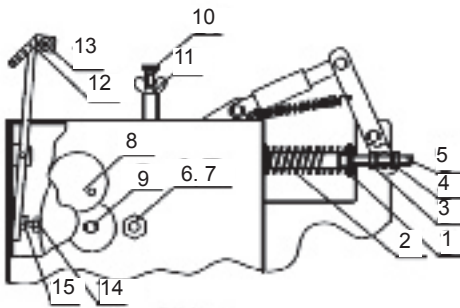

Abb. 8
- Wenn sich das Drahtseil ohne Betätigung des schwarzen Druckknopfes (1) aufwickelt, wurde die Mutter (Pos. 7) zu fest angezogen, es herrscht kein Spiel zwischen Kupplung und Trommel, d. h. Mutter lösen und den Vorgang so lange wiederholen bis das Seil völlig still steht, wenn der schwarze Druckknopf nicht aktiviert ist.
Die Einstellung der Vorbremse erfolgt mit der Schraube (10) und Flügelmutter (11) (Abb. 8). Eine Funktion der Vorbremse übernimmt auch die Seilführung Pos. 12, (Abb. 8) in der das Drahtseil eingeführt ist. Durch richtige Einstellung wird zugesichert, dass sich das Drahtseil nicht von selbst bzw. zu schnell von der Trommel abwickelt. Das würde sonst, bei einer schnellen Entlastung der Bremse und zu schnellem Abwickeln, das Drahtseil beschädigen.
- anziehen der Mutter (Pos. 3) Abb.8, welche die Feder anspannt
Auf der Seilwinde befinden sich ein Schmiernippel, der eine Schmierung der oberen und unteren Umlenkrolle sowie der Seilführung ermöglichen. Ebenfalls sind die Nippel (13) auf der Vorbremse (12) (Abb.8) zu schmieren.